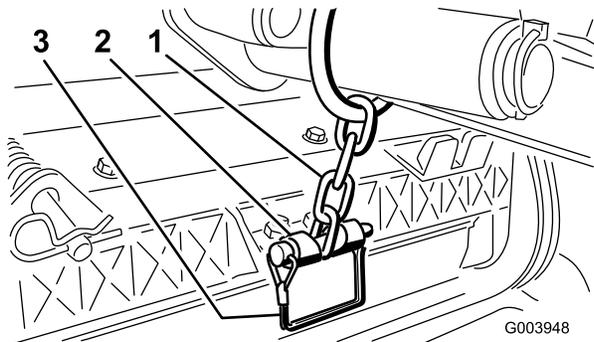

Figura 10
- Prenda a corrente do braço de elevação ao suporte da corrente com o pino de encaixe (Figura 10).